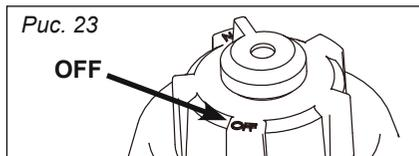

Рис. 23
3. Перекройте клапан крышки топливного бака — положение «**OFF**» (рис. 23).